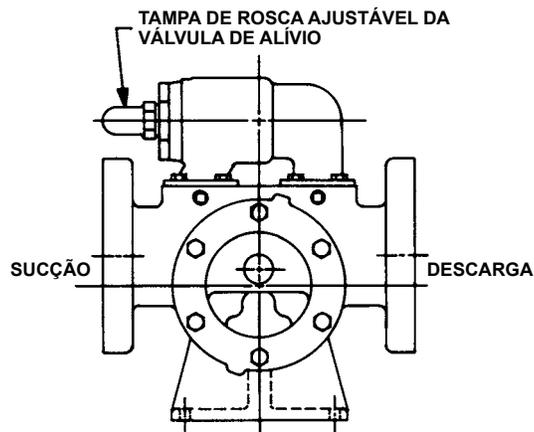

FIGURA 5
4. Tampa de rosca ajustável da válvula de alívio deve sempre apontar para o lado de sucção da bomba. Se a rotação da bomba for revertida, remova a válvula de alívio de pressão e gire até o fim. **Consulte a Figura 5.**